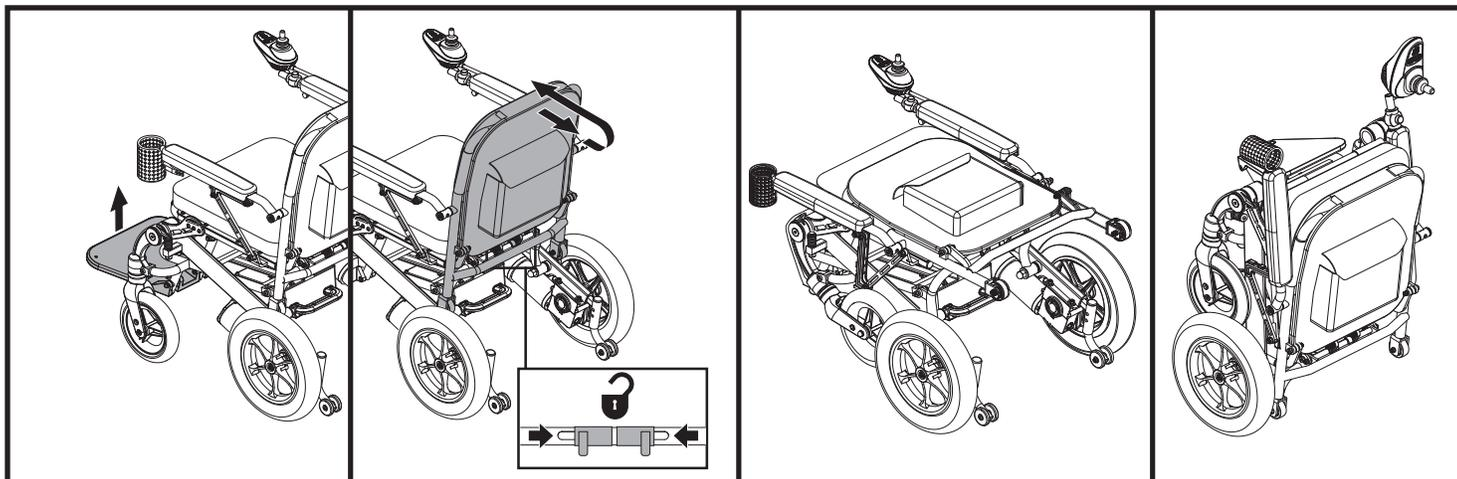

Figura 7. Chiudere la iGo+®
3. Posizionare una mano sulla parte superiore dello schienale e tirarlo verso di sé stringendo contemporaneamente insieme i perni del meccanismo di bloccaggio. **Vedere figura 7.**